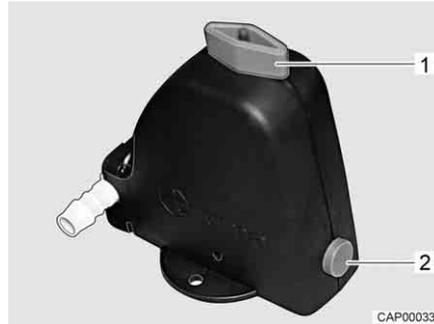

Bild 245 Sicherheits-/Ablassventil (Truma)
- Das Sicherheits-/Ablassventil (Truma) öffnen. Dazu den Drehknopf (Bild 245,1) längs zum Sicherheits-/Ablassventil drehen. Der Druckknopf (Bild 245,2) springt heraus.